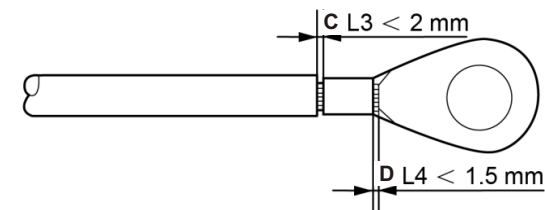

Figura 3.16 Alambre de cinta
- 4) Introduzca el cable pelado en la zona de engaste del terminal OT y utilice la pinza hidráulica para engazar el terminal al cable (véase la figura 3.16).